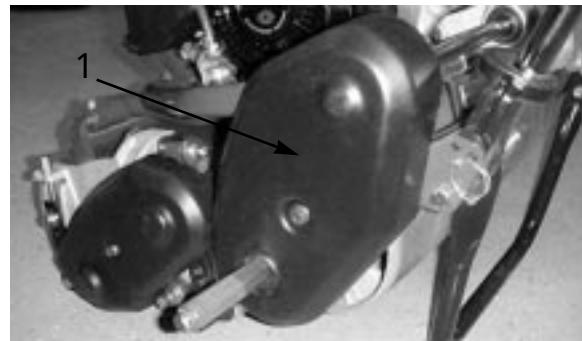

図 44
- 1 . ベルト・カバー固定ネジ(図44)を外してベルトを露出させる。